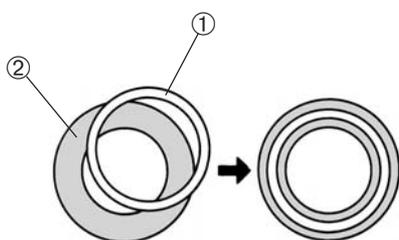

Fig. 23
(Fig. 23 et 24)
4. En regardant dans le télescope de centrage, tourner la molette pour mettre au point l'anneau de phase ② de l'objectif qui correspond à l'anneau lumineux ①. (Fig. 23)
5. Insérer les boutons de centrage ④ dans les deux trous de vis de centrage ③ de la glissière phase. Serrer et desserrer les boutons de centrage jusqu'à ce que l'anneau lumineux soit superposé sur l'anneau de phase ② de l'objectif. (Fig. 23 & 24)
6. Répéter les étapes ci-dessus pour régler le centrage d'autres objectifs. Cependant, le IX2-SL utilise l'anneau lumineux PHC et PH1 avec l'objectif 10X et 20X. Afin de pouvoir travailler avec les deux objectifs, insérer l'objectif 10X ou 20X qui n'a pas servi pour centrer le trajet optique et s'assurer que l'anneau lumineux ① ne dévie absolument pas de l'anneau de phase ②. En cas de déviation, effectuer à nouveau la procédure de centrage pour d'autres objectifs.